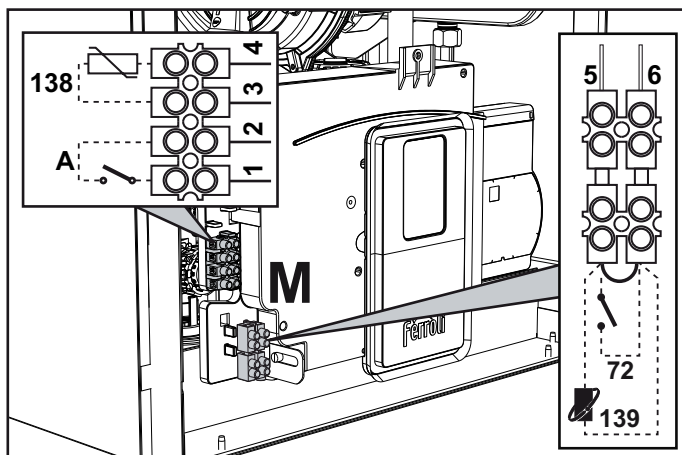

fig. 29
După ce ați scos panoul frontal (*** 'Deschiderea panoului frontal' on page 156 ***) veți putea avea acces la panourile de borne (M) și la siguranța fuzibilă (F) urmând indicațiile descrise în continuare. **Bornele indicate în fig. 29 trebuie să aibă contactele curate (nu 230 V).** Dispunerea bornelor pentru diferitele conexiuni este indicată și în diagrama electrică din fig. 66.
Configurarea întrerupătorului ON/OFF (A fig. 29)